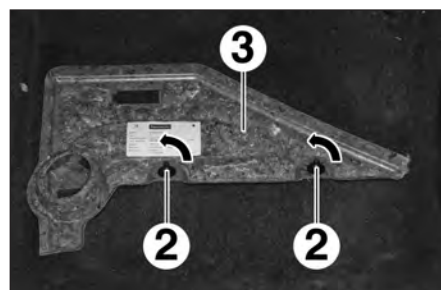

FIG.14
• Tourner les vis quart de tour (2) (Fig.14).
• Déposer la garniture inférieure droite (3).